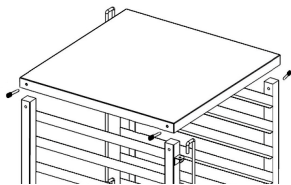

Fig. 2
4. Fastgør arbejdspladen til siderne af vognen ved hjælp af leverede skrue (fig. 2).